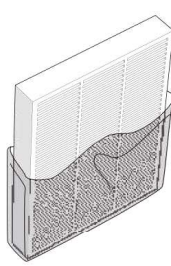

рис. 4
5. С новых фильтров снимите защитную пленку (рис. 4).